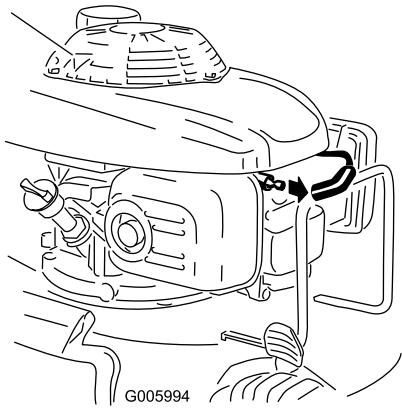

Figura 36
- Staccate il cappellotto dalla candela (Figura 36) prima di eseguire interventi di manutenzione.
2. Scollegate il cappellotto dalla candela (Figura 36).